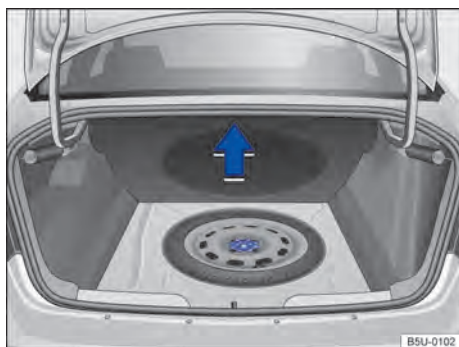

Fig. 104 No compartimento de bagagem, sob o revestimento de assoalho: roda de emergência e ferramentas de bordo.
As ferramentas de bordo e a roda de emergência estão localizadas no compartimento de bagagem, sob o revestimento do assoalho → Fig. 104.
- Levantar o revestimento do compartimento de bagagem → Fig. 104.